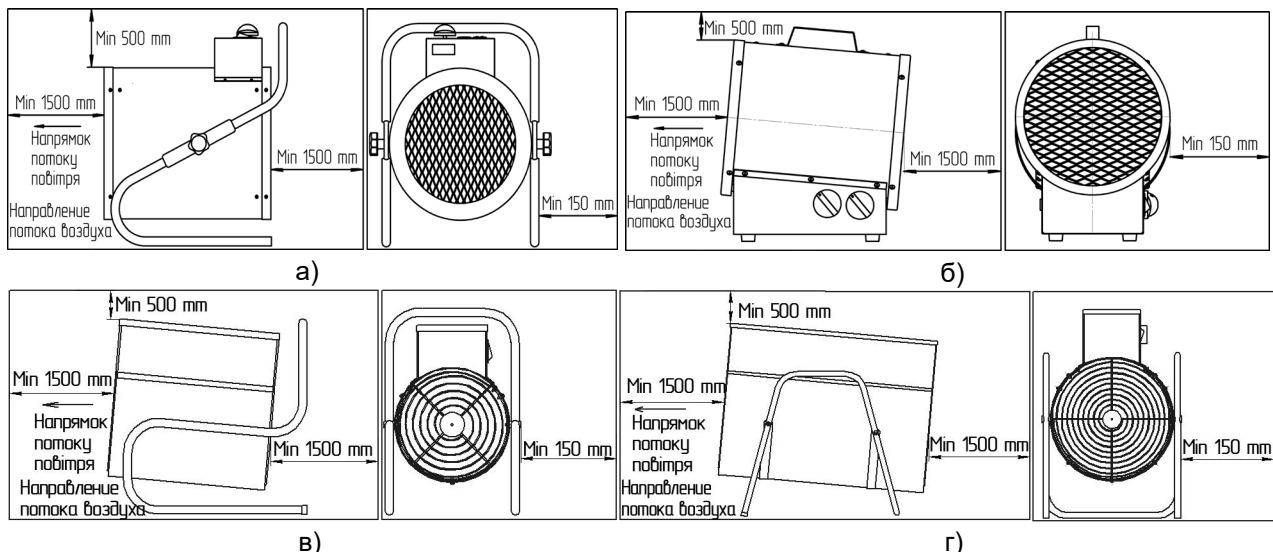

Рисунок 1 Розміщення з урахуванням мінімальних відстаней до найближчих оточуючих поверхонь.
- строго витримуйте (не зменшуйте) вказані мінімальні відстані від корпусу агрегату до найближчих оточуючих поверхонь (рисунок 1).